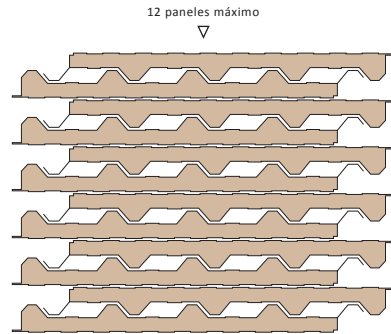

Figura 3
- Los paneles se estibarán de forma alterna, 1 en posición normal, con la superficie plana como base, y el siguiente en posición rotada 180°, como se muestra en la Figura 3. La cantidad máxima de paneles a estibar será de 12 piezas.